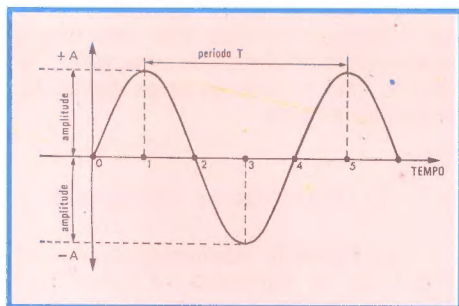

Figura 10 - Onda "senoidal" ("alternada").
Também a tensão e a corrente alternada podem ser representadas em gráficos, exatamente como fizemos até aqui, ou seja, tomamos o eixo horizontal, para contar os tempos, e o vertical, para marcar o valor da tensão ou corrente. Resulta, daí, um gráfico como o mostrado na **figura 10**, que é chamado de **onda alternada** ou **senoidal.**
a) **Amplitude** - que corresponde ao máximo valor (positivo ou negativo) que a corrente ou tensão pode alcançar num determinado instante. Na figura 10, chamamos de + **A** o valor da amplitude positiva e de - **A** o da amplitude negativa.
d) **Valor instantâneo** - por valor instantâneo entendemos o valor da tensão ou corrente no instante que nos interessa. De fato o aluno observa pela figura 10, por exemplo, que, no instante inicial (instante zero), a amplitude da onda lá representada, onda essa que tanto pode ser de tensão como de corrente, tem valor zero. Já no instante 1, o valor de sua amplitude é máximo. Em outro instante, o valor da amplitude tem um valor qualquer, que corresponde ao seu **valor instantâneo**.